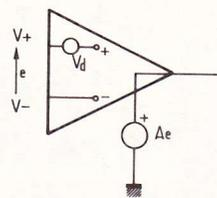

Fig. 5
reusement identiques, alors si nous appliquons des tensions V_+e (entrée non inverseuse) et v_-e (entrée inverseuse) sur les bases de T_1 et T_2 , les courants i_1 et i_2 seront rigoureusement identiques et les tensions aux points (1) et (2) seront les mêmes (à condition que R et R' soient les mêmes). Malheureusement, il en va tout à fait différemment dans la réalité car T_1 et T_2 ne sont pas rigoureusement identiques (ils diffèrent en particulier à cause des tensions droites V_{BE} ($V_{\text{Base}} - V_{\text{Emetteur}}$). Il s'en suit une tension de décalage non nulle que l'on modélise par une source de tension de décalage V_d ramenée à l'entrée (fig. 5). Le rôle du potentiomètre P est de compenser cette tension de décalage de façon que l'on ait $V_s = 0$ lorsque $e = 0 = V_+ - V_-$.
Pour cet amplificateur opérationnel reportons-nous au schéma de la figure 5. Nous remarquons que le signal d'entrée est maintenant appliqué à l'entrée inverseuse du 741 (par l'intermédiaire d'une résistance série (R_4 ou $R'_4 + R'_5$)).